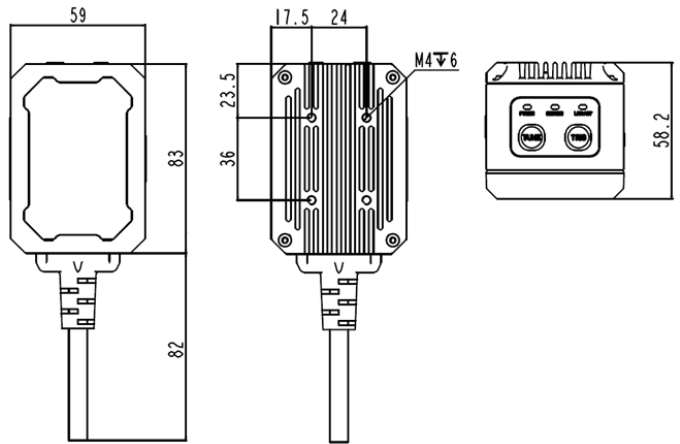

图 2-1 R-MED230、R-MED500 安装方式
1. 将设备使用 M4x6 不锈钢 304 螺丝安装到固定支架上，再通过固定支架安装到其他机构件上，如图 2-1。